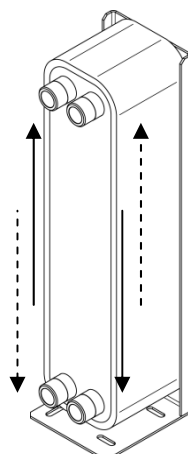

Fig. 1
- Pour un fonctionnement optimal et garantir un bon échange entre le circuit nappe et le circuit capteur de la GÉOTWIN₂, veiller à raccorder ceux-ci suivant les deux possibilités illustrées par la figure 1 afin d'assurer un échange à contre-courant entre les deux circuits.